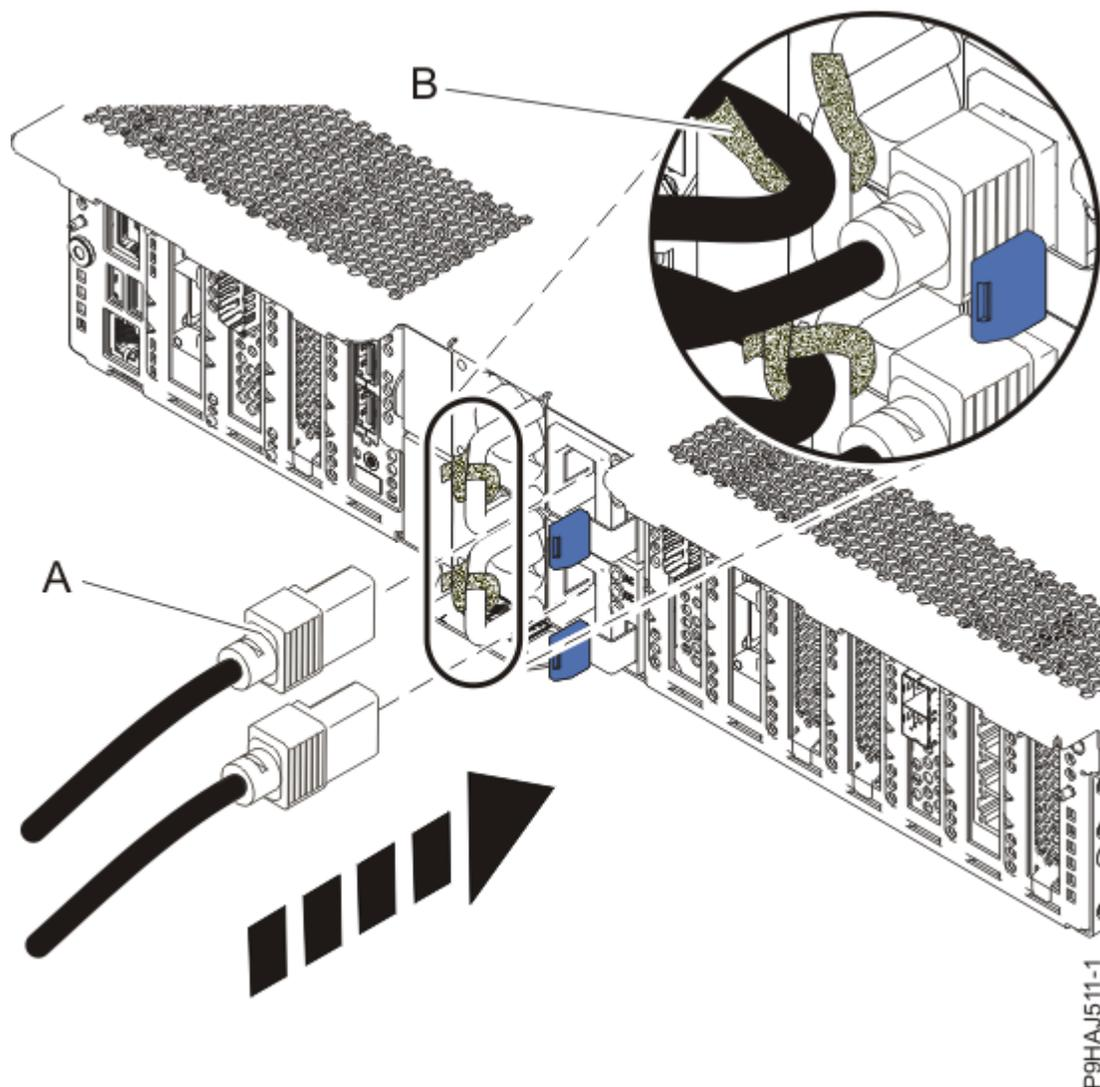

Figura 46. Ligar os cabos de alimentação
7. Através da utilização dos rótulos, volte a ligar os cabos de alimentação **(A)** à unidade de sistema. Fixe os cabos de alimentação ao sistema ao utilizar as presilhas **(B)** conforme apresentado em Figura 46 na página 50.